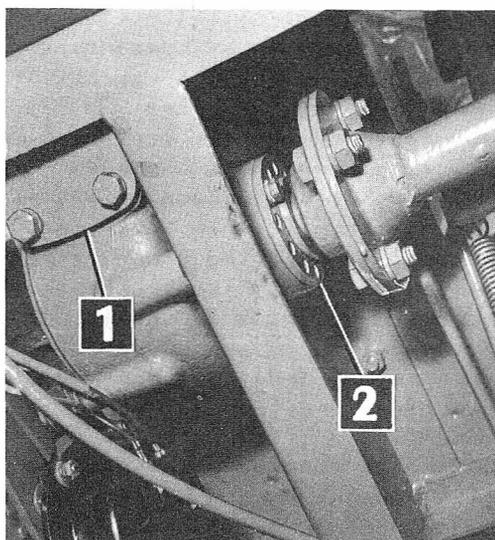

FIG. 51
In tale caso il gioco si annulla smontando la flangia inferiore (1 - fig. 51), attenzione che l'olio fuoriesce, ed aggiungendo tanti spessori quanto necessario: attenzione a non inserirne troppi.
- smontare le viti di fissaggio boccola eccentrica (2 - fig. 51) che si trovano sulla sinistra della scatola e ruotare la boccola nel senso da annullare il gioco, controllandolo sulla leva spingendo da una parte e dall'altra;